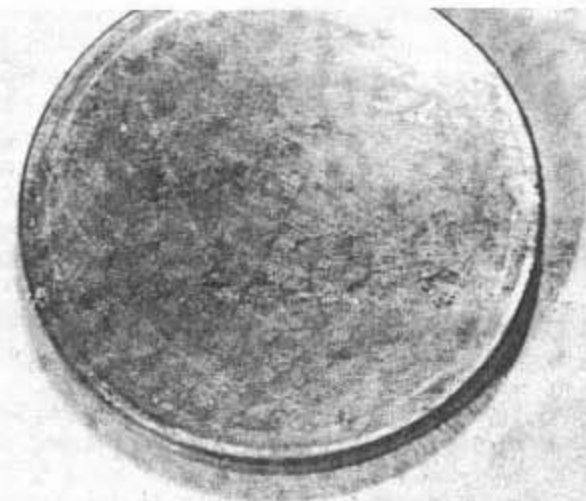

Bild 150
- Tassenstössel gründlich einölen und in ihre ursprünglichen Führungen im Zylinderkopf einsetzen. Vorausgesetzt dass die Stössel nicht verkantet eingesetzt worden sind, sollte nur sehr wenig Druck vonnöten sein, um sie in die Führungen zu schieben. Unter keinen Umständen versuche man die Tassenstössel hineinzuklopfen (auch nur leicht), da sie sonst vollständig festklemmen werden und sich nur sehr schwer wieder entfernen lassen. Anschliessend werden die Original-Ausgleichsscheiben eingesetzt (Bild 150).